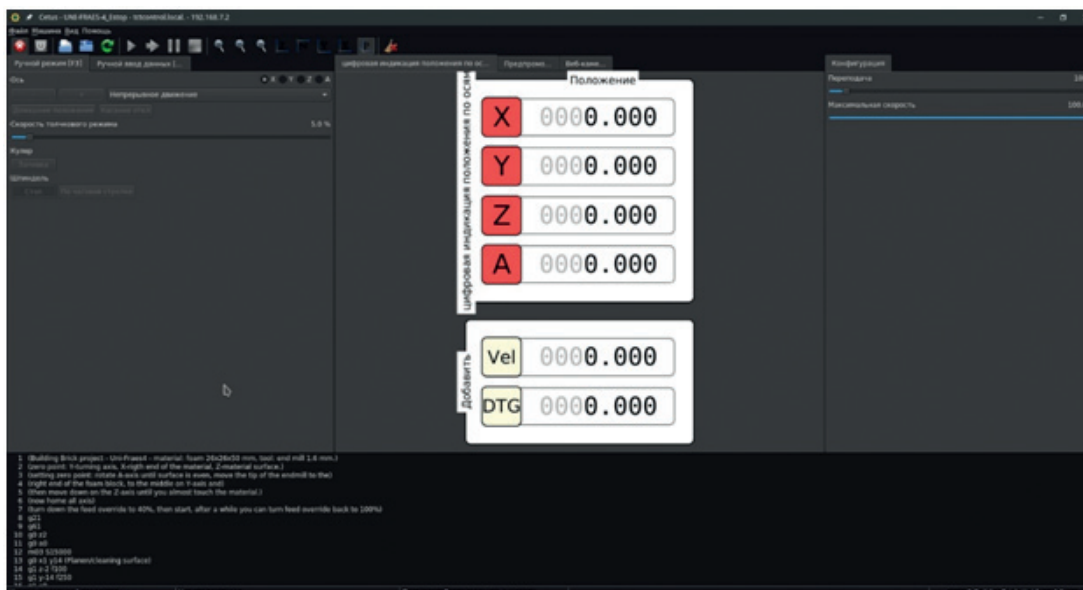

Рис. 17
- Интерфейс программы **Cetus** (рис. 17).